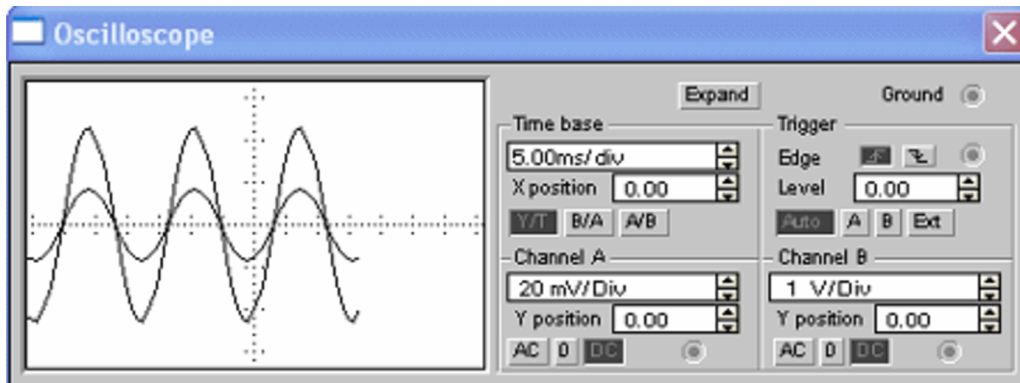

Рис. 5 – Осциллограммы входного и выходного сигналов
16. Развернуть и настроить осциллограф, изменяя чувствительность и длительность развертки. На экране можно наблюдать входной и выходной сигналы (рис. 5).